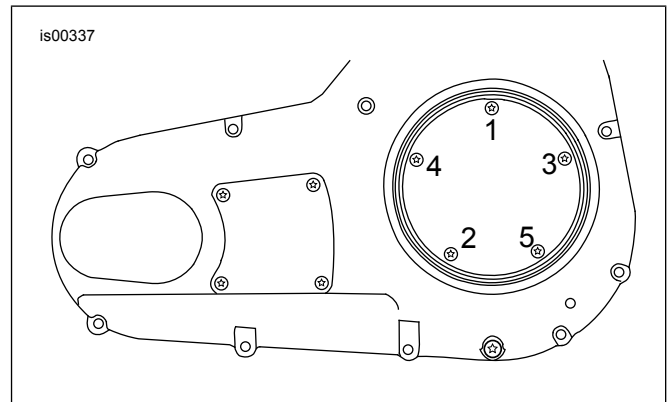

Figure 1. Séquence de serrage, couvercle d'inspection d'embrayage
5. Installer le couvercle d'inspection d'embrayage (1) et le joint sur le couvercle du carter de chaîne primaire avec les vis et les rondelles du kit. Serrer les vis à un couple de 10–12 N·m (84–108 in-lbs) en respectant la séquence indiquée à la Figure 1.